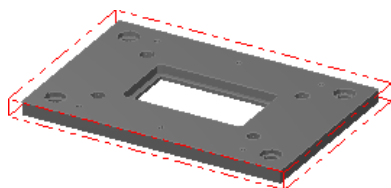

图 2.3 显示工件
Step4. 单击“机器群组属性”对话框中的 **✓** 按钮，完成工件的设置。此时零件如图 2.3 所示，从图中可以观察到零件的边缘多了红色的双点画线，双点画线围成的图形即为工件。